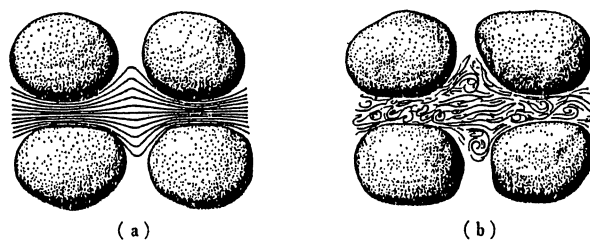

図6 層流(a)と乱流(b) (水収支研究グループ, 1973)
3、これが島で使える水の総量ということになります。農政局の報告書をみますと、考え違いというわけではありませんが、考えが混乱しているところがあります。地下水の場合によく使う専門用語に透水係数があります。透水係数はたとえば $1.0 \times 10^{-2} \text{cm/s}$ などと書きますが、ここは、水の通しやすさ、通しにくさを表します。この単位を見ますと、何cmを何秒で行きますよということですから、これは速度の単位です。これは別の言い方で浸透流速と言います。ただし、ほんとうの流速とはちがいます。これを勘違いして実際の地下水が流れる速度として扱っているところが、いくつかあります。というのは、さっき言いましたように、溶岩の亀裂の中を割れ目にそって地下水は流れています。いっぽう、上の方の火山灰質の土壤の場合でも、粒子と粒子の隙間を地下水が流れていくのです。浸透流速というのは、たとえばこういうパイプみたいなものを想像しますと、そのパイプの断面積がAだとすると、ふつう水の場合にこのときの流速をVとすると、VはA断面全体を流れる水の量=Qとすると、 $Q=VA$ 、たとえば1秒間に5トン流れている水道メーターだと思って下さい。そういう量Qを断面積Aで割ったものが流速、例えば $Q=VA$ の左辺をみますと単位は m^3/sec 、Aは面積ですから m^2 、 $V=Q/A$ で m^2 が消えますので、Vの単位は m/sec となります。1秒間に流れる水の量を表しています。これが全部水ならいいのですが、浸透流速というのは、このAの中にこういう粒がいっぱい入っている。この面積を使うのです。これが全部水なら問題ないんですが、砂粒まで含めた面積を流れる水の量をこの面積で割っています。これが浸透流速という流速です。ですから、実際にこの中の隙間を流れている水の速さはどういうようにして出すかといいますと、ここでできたこのVをさらにこの隙間、たとえば隙間が全体に対しての半分だとすると、ここを流れている水のスピードはというと、断面積の半分を流れている速さですから、この速さは倍になっています。このことを実際に水の速度を表したときに混同して考えると、実際の水の量とか、速さとかを計算するときには困るわけです。このような実際の地下水の流速を実流速と呼びます。このことはまたあとで対策のところでも引っかけってくるので、覚えておいて下さい。もう1つ、実はここにありますように地下水は非常に速度が遅いのです。それは川の流れのような、目でみてスーッと流れているような速さではありませんが井戸の中に紙などを落としてどのように流れるか観察してストップウォッチで計ったりするんですが、じつに遅いものです。でも溶岩の場合は違って、非常に速いのです。私は前に八ヶ岳で溶岩中に掘った穴の中で地下水流速計を使って流速を測りました。これは熱を片方から出してそれがこちらへどれくらいで伝わるかというものを使ってやりました。流速を測ると結構速いのです。層流とは非常に穏やかな流れを言いますが、1つの水の分子が流れていくとそのあとを続く水分子が完全にその後をついていく。そういう流れが層流です(図6)。さきほどから言っています浸透流速だとか地下水実流速の計算というのはすべてこういう層流をもとにした計算です。ところが、これも後でちょっと大根島の地下水の対策のところでも問題になると思いますが、地下水の流れが速いと、乱れた流れになります。これを乱流と言います。このときには、途中でうずまいたり、あるいはお互いの流線と言いますか、流れと流れがぶつかって層流で成り立つような計算ができなくなってしまいます。